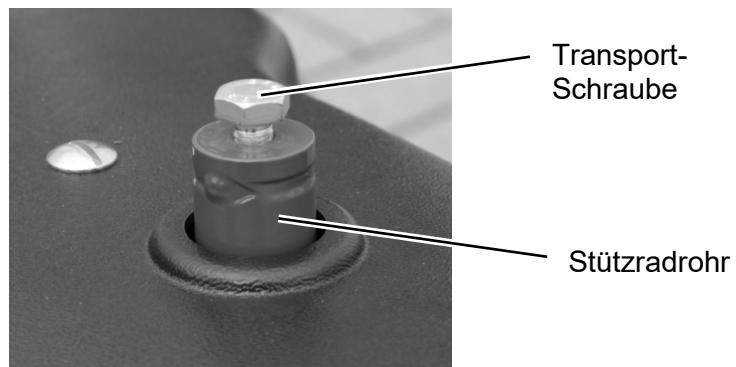

Abbildung 8:
- ⇒ Lösen Sie die Konterlasche an der Höhenverstellung für die Kkehrbürste (siehe Abbildung 8 Seite 22)